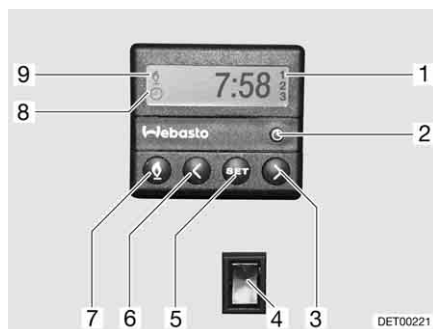

Fig. 74 Centralina di controllo per riscaldamento fisso
- Premere il tasto (Fig. 74,7). Il funzionamento del riscaldamento viene indicato con il simbolo (Fig. 74,9). La ventola viene inserita solo quando la temperatura dell'acqua di raffreddamento è pari a 30 °C.
- Premere il tasto (Fig. 74,7). Il simbolo (Fig. 74,9) si spegne.
- Premere l'interruttore (Fig. 74,4) in basso. Il motore viene preriscaldato. La ventola viene inserita immediatamente.
- Premere l'interruttore (Fig. 74,4) in alto. Il motore rimane freddo.
- Premere il tasto (Fig. 74,2). L'impostazione dell'ora viene indicata con il simbolo (Fig. 74,8).
- Impostare l'ora con i tasti (Fig. 74,3 e 6).
- Premere il tasto (Fig. 74,5).
- Impostare l'orario di accensione con i tasti (Fig. 74,3 e 6) entro 10 secondi.
- Premere il tasto (Fig. 74,5) fino a che nel display (Fig. 74,1) non appare il numero di programmazione desiderato.